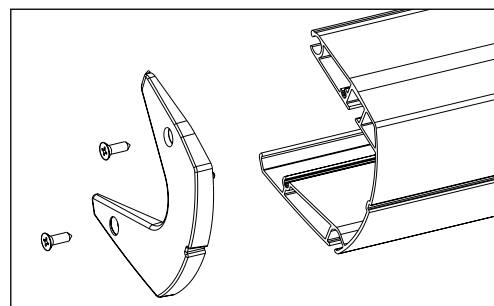

Fig. 4 : Barre de charge haute
3.8. Les couvercles de la barre de charge (voir fig. 4)